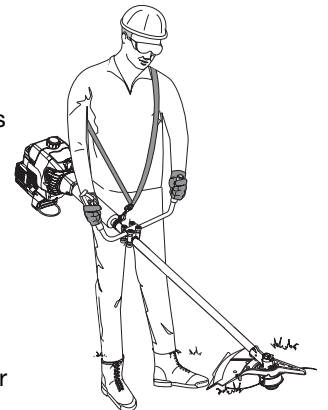

Fig. 2
5. Tenez l'appareil en position d'utilisation (Fig. 2), puis positionnez la poignée de manière à assurer une prise idéale.